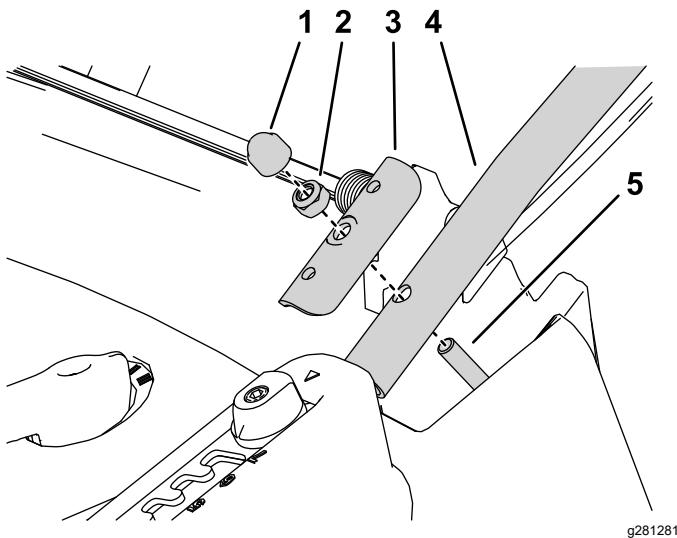

Figura 3
2. Instale un manillar inferior a cada lado de la parte superior de la carcasa del cortacésped con una chapa de abrazadera y la contratuerca hexagonal retirada de la carcasa en el paso anterior (Figura 3).